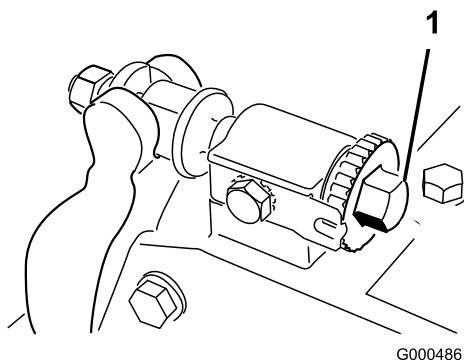
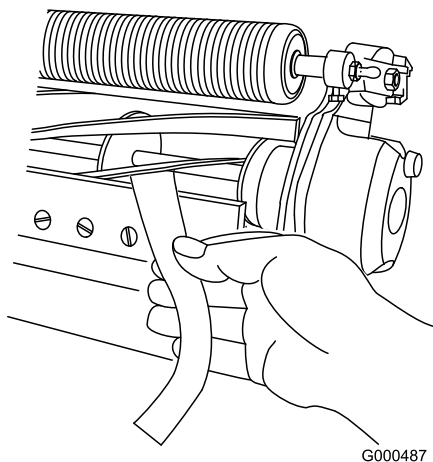

Figura 51
Figura 52
2. Eliminate il contatto con il cilindro facendo girare in senso antiorario le viti di regolazione della barra di appoggio (Figura 51).
4. Inserite una lunga striscia di carta di giornale tra il cilindro e la controlama (Figura 52) da un lato del cilindro. Girate lentamente il cilindro in avanti, e allo stesso tempo girate in senso orario la vite di regolazione della barra di appoggio (dallo stesso lato del cilindro) (Figura 51), uno scatto per volta, finché la carta non viene pizzicata leggermente quando viene inserita dal davanti ed è parallela alla controlama. Tirando la carta dovreste notare una lieve resistenza.
6. Al termine della messa a punto, controllate se il cilindro è in grado di pizzicare la carta inserita dalla parte anteriore, e se la taglia quando viene inserita ad angolo retto rispetto alla controlama (Figura 52). Dovreste riuscire a tagliare la carta con un contatto